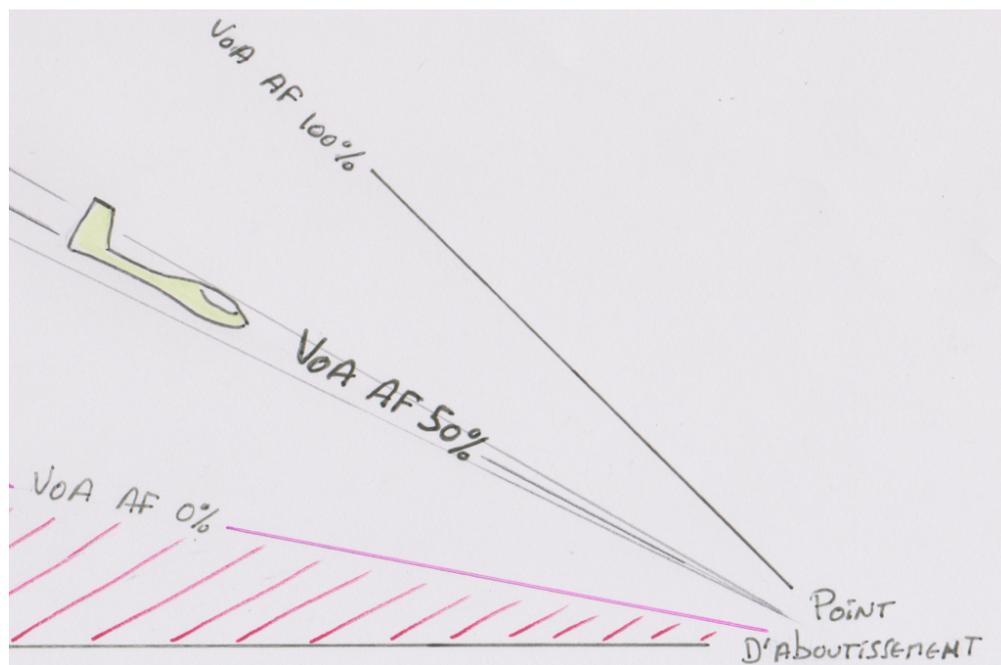

fig.1
- **Le plan d'approche** Idéal en finale suit une pente moyenne correspondant à la ½ efficacité d'aérofreins, il donne une marge de sécurité et de précision vis-à-vis d'éventuelles ascendances, descendances, turbulence, rafale ou mauvaise estimation du vent en finale. La marge de manœuvre doit être suffisante pour apporter des corrections et respecter le plan d'approche (*fig. 1*). Un centrage neutre et le mixage en exponentiel inverse A-F vers profondeur stabilisent le plan d'approche.